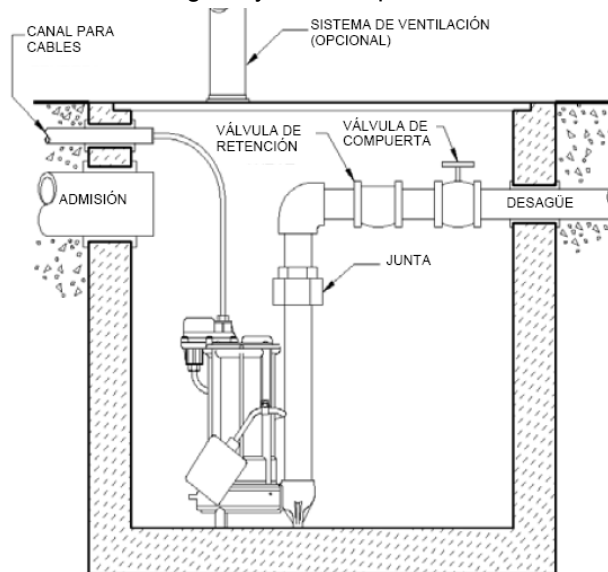

Fig. 2 – Instalación típica de un sistema simple
- A. **Sistemas simples (una bomba) (Fig. 2):** Instale la bomba de forma que haya espacio suficiente entre las paredes de la cubeta y el flotador. El flotador deberá poder moverse libremente a lo largo de todo su recorrido y no hacer contacto con el cuerpo de la bomba, tubos u otros objetos. Si se va a utilizar un flotador o dispositivo de control siga las instrucciones que lo acompañan. Conecte la tubería de descarga a la salida roscada de la bomba. **IMPORTANTE: NO REDUZCA EL TAMAÑO DE LA TUBERÍA DE DESCARGA POR DEBAJO DEL TAMAÑO DE LA SALIDA DE LA BOMBA.** Comuníquese con Liberty Pumps o con una persona calificada si tiene preguntas sobre el tamaño de las tuberías y caudal apropiados. Monte la tapa de la cubeta y séllela bien.